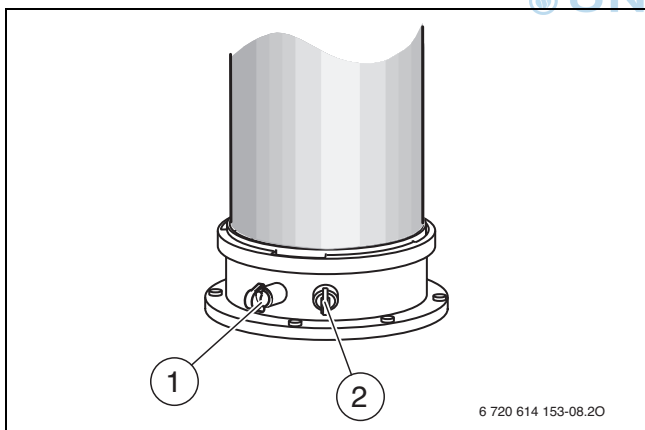

Bild 149 Abgasmessstutzen und Verbrennungsluft-Messstutzen
- Stopfen am Abgasmessstutzen (→ Bild 149, [1]) entfernen.